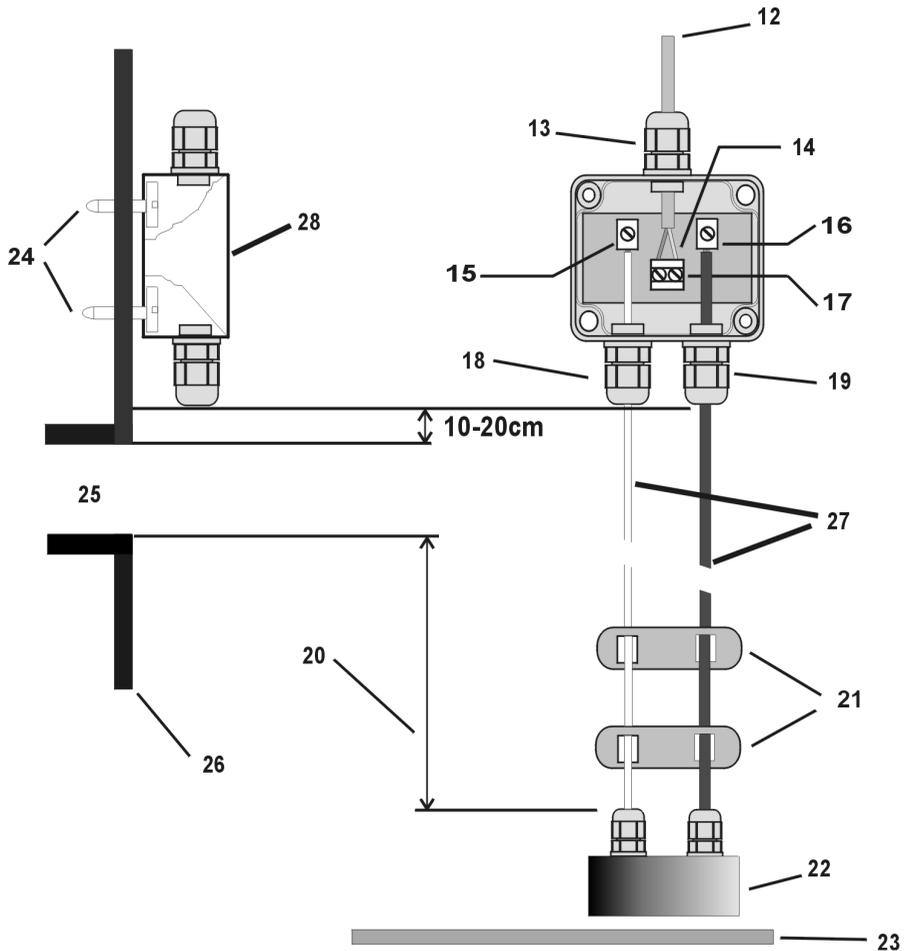

Abbildung 2: Anschluss Sensorik
8. Den Abschluss der Montage der Sensorik bildet die fachgerechte Verlegung der Datenleitung [12] zur Systemsteuerung. Verwenden Sie dazu ein **Leerrohr**. (Die Datenleitung ist nicht für die direkte Erdverlegung geeignet.) Die Datenleitung verfügt am noch freien Ende über einen Stecker. Diesen stecken Sie in die entsprechende Buchse [7] der Systemsteuerung. Die Abbildung 2 auf der Seite 3 verdeutlicht die Zusammenhänge:
Das rote und das weiße Kabel sollen straff nach unten führen und durch das Edelstahlgewicht gespannt sein. Das Edelstahlgewicht [22] soll geringfügig über dem Tankboden [23] schweben. Wenn Sie die Abstandshalter [21] montieren, dann verteilen Sie sie entsprechend der Abbildung 2 über die gesamte Länge der Sensorkabel [27].